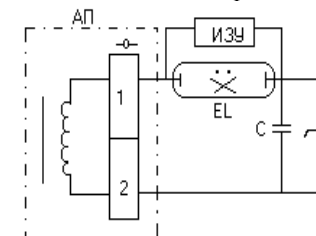

Рис.2 - Электрическая схема
Аппарат представляет собой индуктивное сопротивление с подсоединительной клеммной колодкой. Электрическая схема подключения аппарата к сети и лампе приведена на рис.2
6.2. Подключить аппарат к сети и лампе согласно схеме, приведенной на Рис.2.